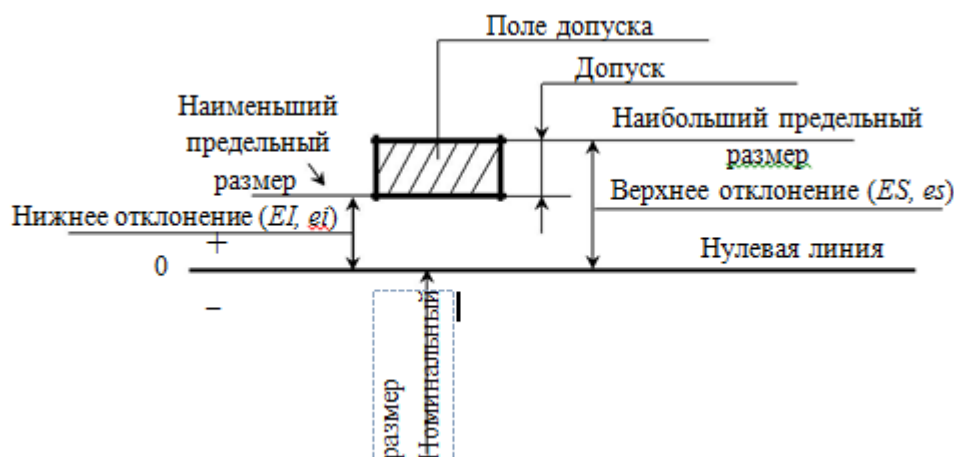

Рисунок 2.2 – Поле допуска
*Допуск  $T$*  – разность между наибольшим и наименьшим предельными размерами или алгебраическая разность между верхним и нижним отклонениями (рисунок 2.2):
*Поле допуска* – поле между предельными отклонениями размера: оно определяется величиной допуска и его положением относительно номинального размера (рисунок 2.2).
размеров (рисунок 2.2):